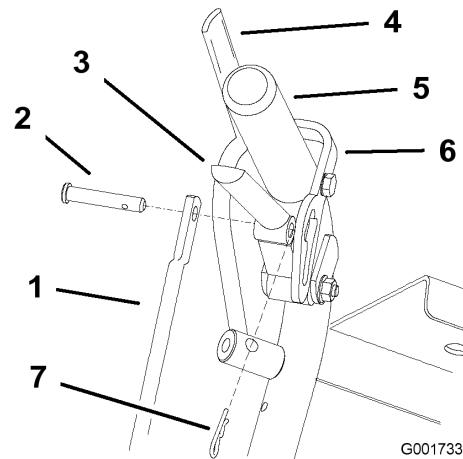

Figure 41
1. Ajustez la longueur de la tige en relâchant le levier de déplacement et en enlevant la goupille fendue et l'axe de chape. Tournez la tige dans la fixation (Figure 41).
4. Placez l'axe de chape dans le levier de déplacement (Figure 41).
6. Placez la goupille fendue entre les leviers de déplacement et les verrous de point mort, et dans les axes de chape (Figure 41).